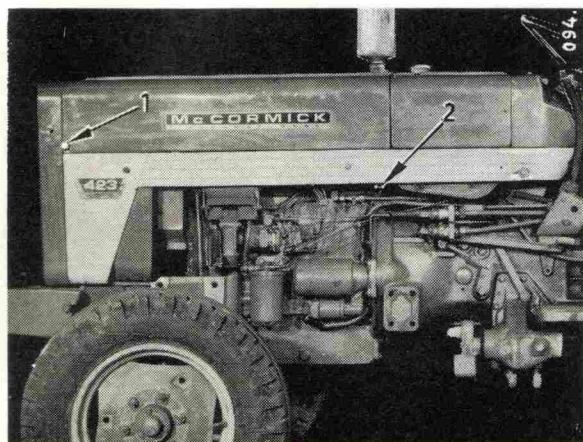
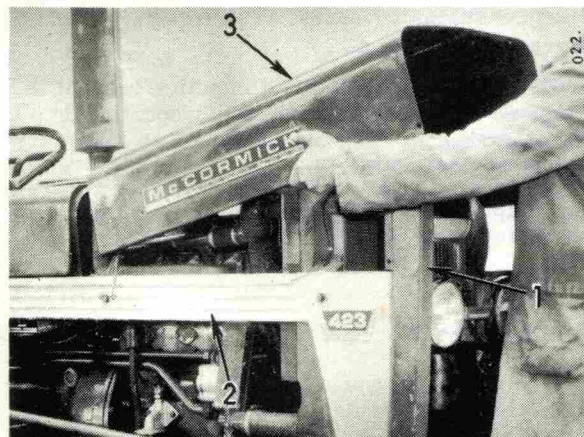

Fig. 39.
Fig. 40. - Dépose du capot moteur
Pour démonter le capot, enlevez les deux vis (1, Fig. 39) et libérez les deux attaches latérales (2). Soulevez ensuite le capot et tirez-le vers l'avant. Le carter de calandre (1) et les tôles latérales (2) restent en place (Fig. 40).